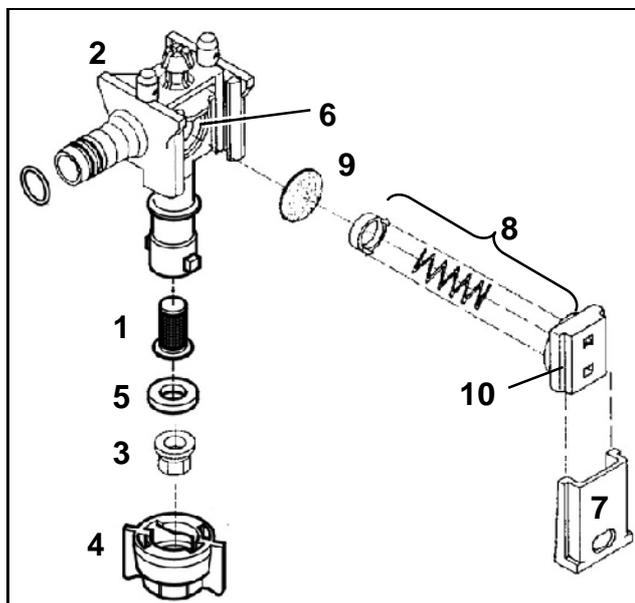

Fig. 9.3
- Colocar el filtro de tobera (Fig. 9.3/1) desde abajo dentro del cuerpo de la tobera (Fig. 9.3/2).
- Colocar la tobera (Fig. 9.3/3) y la caperuza bayoneta (Fig. 9.6/4).
- Colocar junta de goma (Fig. 9.3/5) encima de la tobera.
Depósitos en el asiento de membrana (Fig. 9.3/6) son la causa de una desconexión **no** libre de goteo de las toberas con varillaje desconectado. Entonces limpiar las correspondientes membranas como sigue:
- Tirar el empujador (Fig. 9.3/7) fuera del cuerpo de la tobera (Fig. 9.3/2) en dirección hacia la tuerca de bayoneta.
- Extraer el elemento elástico (Fig. 9.3/8) y la membrana (Fig. 9.3/9).
- Limpiar el asiento de membrana (Fig. 9.3/6).
Observar la correcta dirección de montaje del elemento elástico. Los bordes ascendentes rebajados a la derecha y a la izquierda en la carcasa del elemento elástico (Fig. 9.3/10) deben ascender durante el ensamblado en dirección al perfil del varillaje.